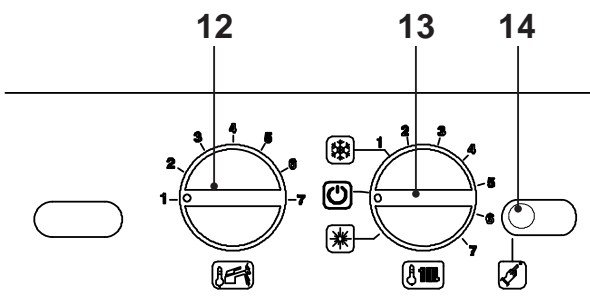

Fig. 5.73
- Per uscire dalla programmazione posizionare il selettore di funzione / manopola regolazione temperatura 13 come indicato in Fig. 5.73.